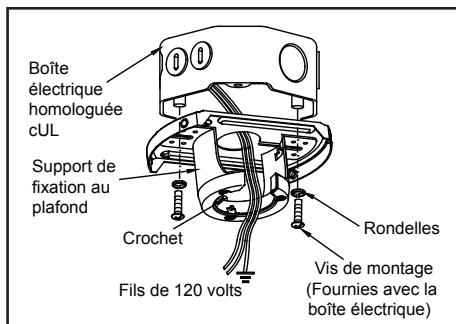

Figure 8
1. Faites passer les fils d'alimentation de 120 volts par l'orifice central du support de fixation au plafond, tel qu'indiqué sur la Figure 8.
2. Fixez le support de fixation au plafond à la boîte électrique à l'aide des vis de montage fournies avec la boîte électrique. Notez que le côté plat du support de fixation est dirigé vers la boîte électrique. (Figure 8)